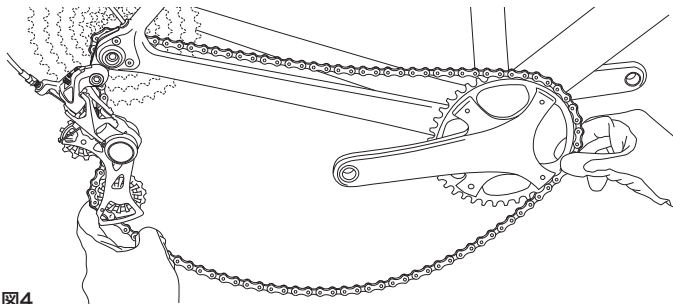

図4
- プーリー・ケージを下側に押してチェーンのテンションを緩め、チェーンをチェーンリングとクランクから外します (図4)。